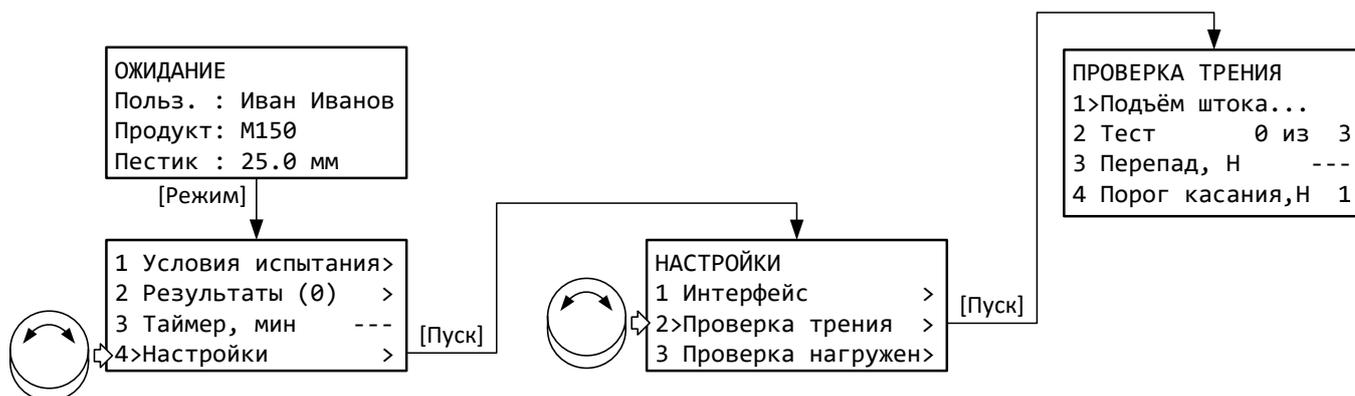

Рисунок 13 – Меню «Проверка трения»
5.3.1 Из окна ожидания перейти в меню «Проверка трения» (рисунок 13).